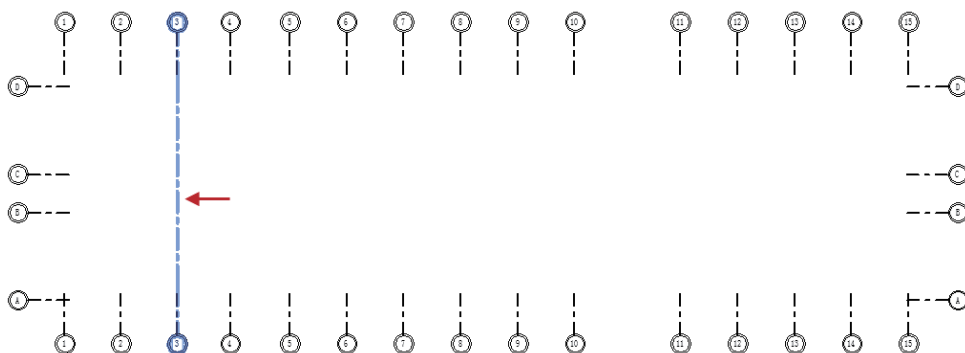

图2-33 隐藏效果
- 16 隐藏轴线中段后，在绘图区域中不可见。将光标置于轴线上，可以完整地显示轴线，如图2-33所示。但是移开鼠标后，又可以恢复隐藏状态。